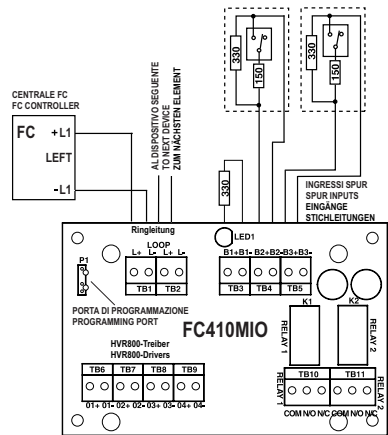
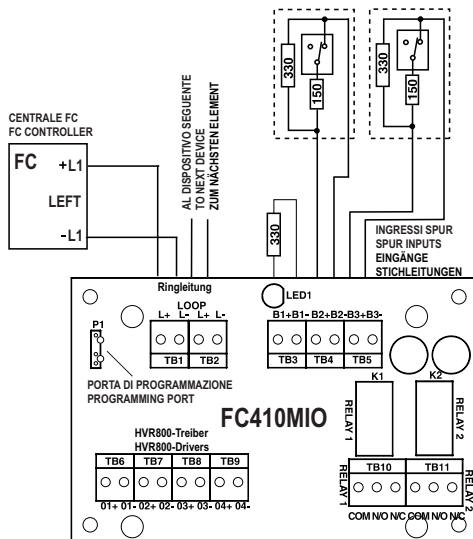

Fig. 3: Circuiti SPUR (Classe B), contatti Normalmente Aperti, Cortocircuito = Guasto
Fig. 4: Circuiti SPUR (Classe B), contatti Normalmente Chiusi, Cortocircuito = Guasto
- 4 Vedere Fig. 3 e Fig. 4 per lo schema di collegamento.